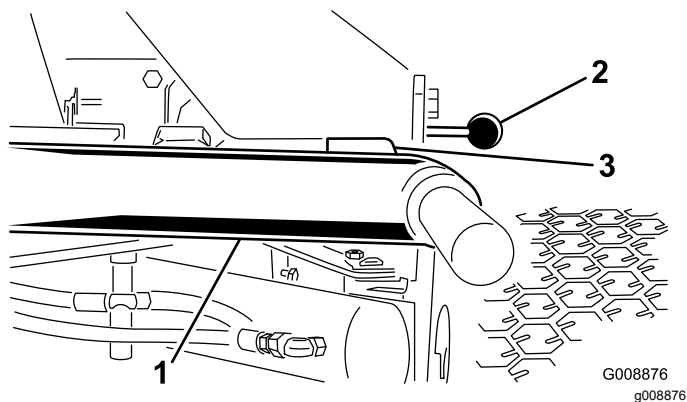

Figura 11
1. Ligue o motor, eleve as unidades de corte e verifique se folga entre cada braço de elevação e o suporte da placa do chão é de 5 a 8 mm (Figura 11).